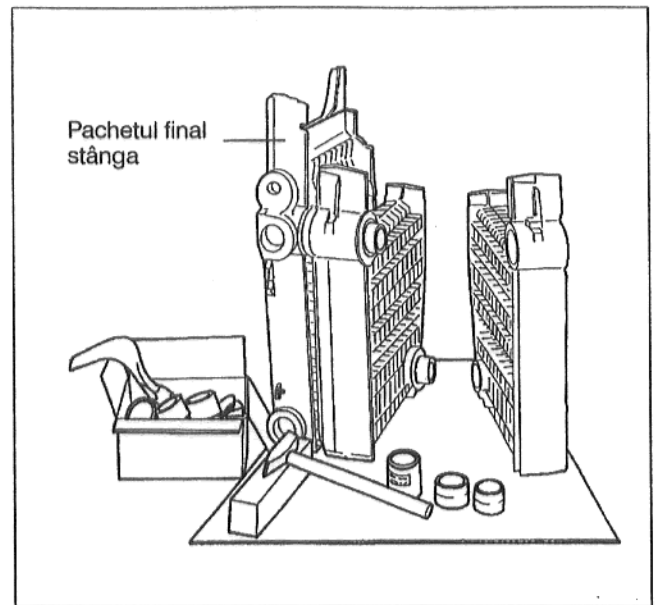

Fig. 3
- Se așează pachetul final stâng cu picioarele în sus (Fig. 3).
- Se adaugă primul pachet de mijloc și se bate ușor (Fig. 3).